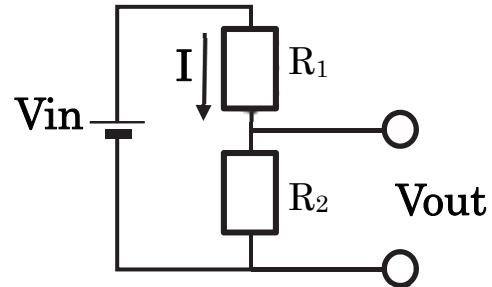

図 8：電圧分割回路の基本
電圧分割回路は直流回路でよく使われる。その基本形を図 8 に示す。 $V_{in}$  は電圧分割回路への入力電圧、 $V_{out}$  は出力電圧である。電圧分割回路の出力電圧  $V_{out}$  は抵抗  $R_1$  と  $R_2$  の比で決まる。出力電流  $I_{out}$  が無視できるほど小さい6と仮定する。キルヒホフの定理より（電池→ $R_1$ → $R_2$ →電池）の向きに閉回路を一周すると電位差がゼロにならなければならないので、 $V_{in} = IR_1 + IR_2$  が成り立つ。
**【問】** 入力電圧が  $V_{in}=3\text{V}$ 、ポテンショメーターの抵抗が  $100\Omega$ 、最大許容消費電力が  $0.5\text{W}$  だと仮定する。ポテンショメーターの摺動接点の位置はちょうど中央にあり、 $V_{out}/V_{in} = 0.5$  である。このとき、ポテンショメーターの摺動端子とマイナス端子間を誤ってショート（短絡）した7。このとき何か起きるか考えて見よ。摺動接点の位置が図 8 の上方へいき、 $V_{out}/V_{in} = 0.9$  のときにショートしたら、どうなるか？